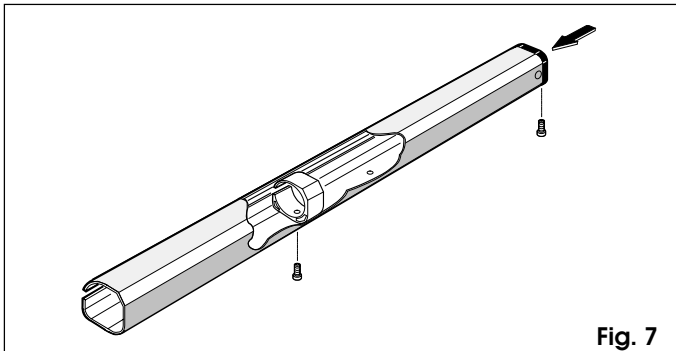
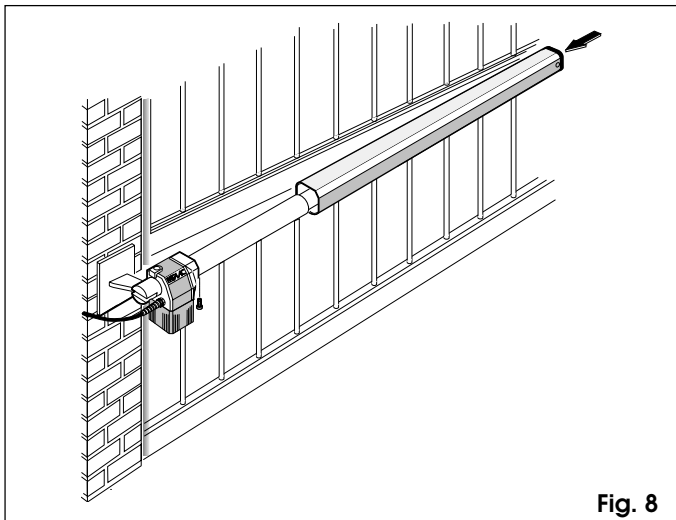

Fig. 7
Fig. 8
- (1) E' consigliabile ingrassare tutti i perni di fissaggio degli attacchi.
- (2) Nel caso non sia possibile eseguire saldature, le piastre degli attacchi anteriore e posteriore sono predisposte per un' eventuale fissaggio tramite viti e tasselli.
- 12) Predisporre il carter di protezione (fig. 7) ed applicarlo sull'operatore come da fig. 8.
- Nota bene:** Fissare il collare di guida del carter sul foro più lontano dal tappo di chiusura (fig. 7).